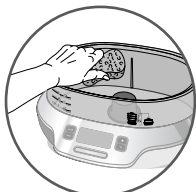

fig. 1
- Passez une éponge non abrasive humidifiée pour nettoyer le réservoir à eau - fig. 1.